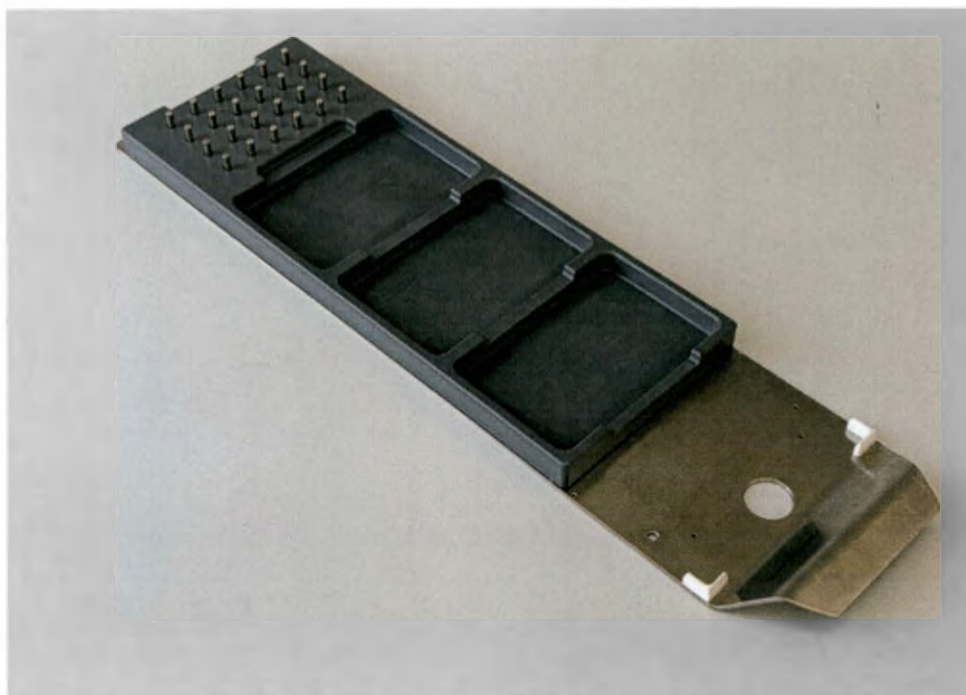

Рис. 11. Дектрей с подставкой для планшетов с ГРС, магнитным штативом и штатива для кювет под реагенты.
5.5.6. *Дектрей с подставкой для планшетов с ГРС, магнитным штативом и штатива для кювет под реагенты*, на который устанавливается глубоколоночный планшет (Рис. 11).